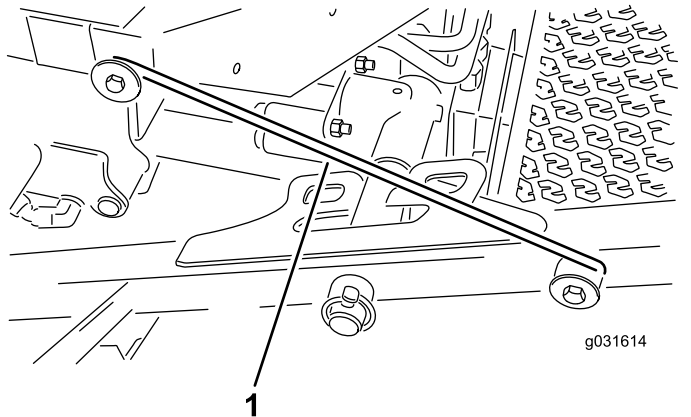

Figura 32
4. Liberte a barra do trinco do retentor do suporte da estrutura frontal (**Figura 32**).
5. Eleve a parte exterior das unidades de corte frontais e coloque o trinco sobre o pino da estrutura montado na parte da frente da plataforma do operador (**Figura 32**).